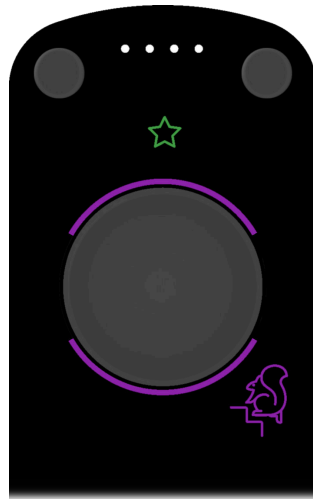

Figura 53. L'indicatore di allarme verde mostra che è stata rilevata la fine delle scale e che il sistema di supporto è stato esteso
Al più tardi quando il centro dell'asse della ruota ha raggiunto il bordo del gradino più alto (Figura 52, «Quando il centro dell'asse della ruota ha raggiunto il bordo del livello superiore, il passaggio al livello superiore deve essere attivato al più tardi manualmente!» [72]), il sistema di supporto dovrebbe essere esteso e l'indicatore di avviso dovrebbe diventare verde (Figura 53, «L'indicatore di allarme verde mostra che è stata rilevata la fine delle scale e che il sistema di supporto è stato esteso» [73]).
6. **Una volta raggiunta la fine delle scale è necessario monitorare se i sensori rilevano correttamente la fine. Non appena la sedia a rotelle ha esteso il sistema di supporto, l'indicatore di avvertimento si accende in verde (vedi Figura 53, «L'indicatore di allarme verde mostra che è stata rilevata la fine delle scale e che il sistema di supporto è stato esteso» [73]). Al più tardi quando il bordo del gradino più alto si trova al centro dell'asse della ruota (Figura 52, «Quando il centro dell'asse della ruota ha raggiunto il bordo del livello superiore, il passaggio al livello superiore deve essere attivato al più tardi manualmente!» [72]), è necessario attivare**